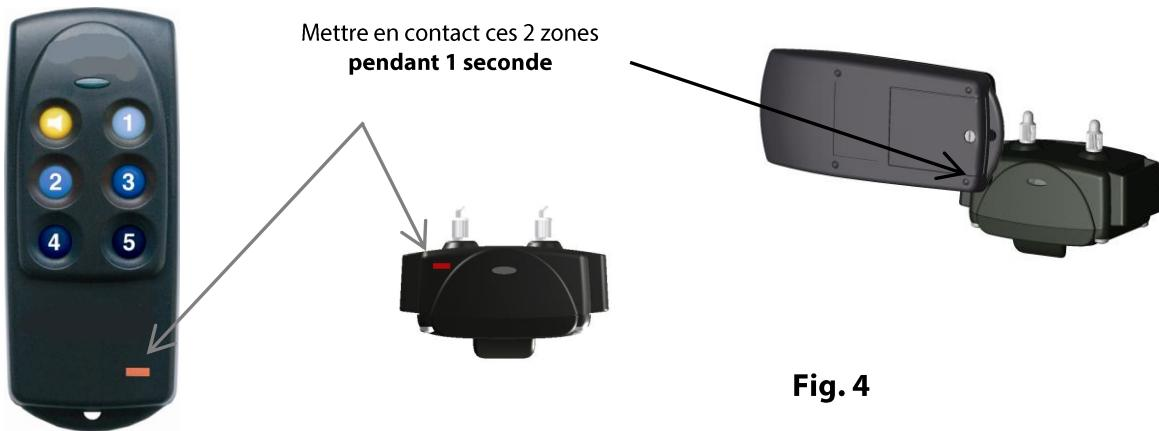

Fig. 4
- **Mise en service**: mettre en contact le repère rouge de la télécommande avec le repère rouge du collier pendant une durée de **1 seconde** (cf. Fig. 4). Le voyant du collier s'allume puis clignote en vert : le collier est en **Marche**.
- **Mise hors service**: mettre en contact le repère rouge de la télécommande avec le repère rouge du collier pendant une durée de **1 seconde** (cf. Fig. 4), le voyant du collier passe de la phase clignotement vert au rouge continu, puis il s'éteint : le collier est à l'**Arrêt**.